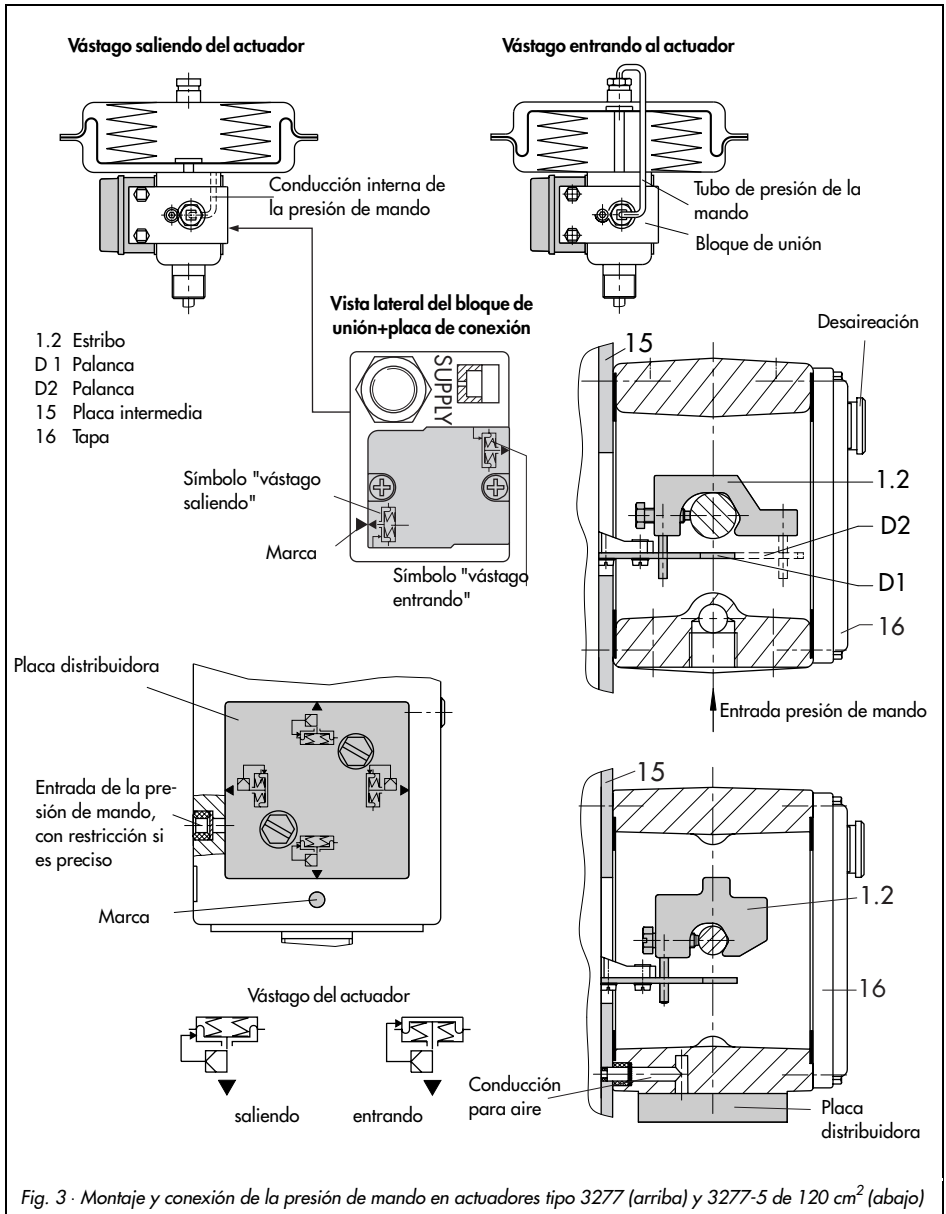

Fig. 3 · Montaje y conexión de la presión de mando en actuadores tipo 3277 (arriba) y 3277-5 de 120 cm2 (abajo)
El posicionador no tiene un orificio de desaireación propio, por lo que el venteo se efectúa a través de los elementos accesorios, ver fig. 3, 4 y 5.
Mirando de frente la conexión de presión de aire (fig. 3) o la placa distribuidora, el posicionador se tiene que montar al lado izquierdo del actuador.
6. Colocar la placa de conexión lateral en el bloque de unión (fig. 3), alineando la marca con el símbolo adecuado. De forma que el símbolo de la placa de conexión elegido, "vástago saliendo" o "vástago entrando", debe coincidir con la ejecución de nuestro actuador. En caso necesario desenroscar los dos tornillos de fijación, girar la placa de conexión 180° y volverla a fijar.
En los actuadores tipo 3277-5 de 120 cm2 la presión de mando se transmite al actuador por la placa distribuidora, (ver fig. 3 abajo).